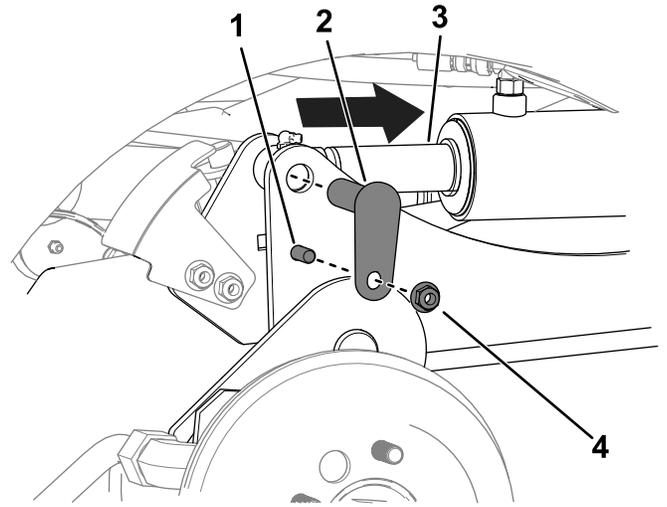

图 11
C. 使用冲头将油缸杆孔与提升臂孔对齐图 11。
D. 用 2 个螺栓  $\frac{3}{8}$  x  $1\frac{1}{4}$  英寸、2 个螺母  $\frac{3}{8}$  英寸和 2 个小销钉将提升臂固定到油缸上图 11。